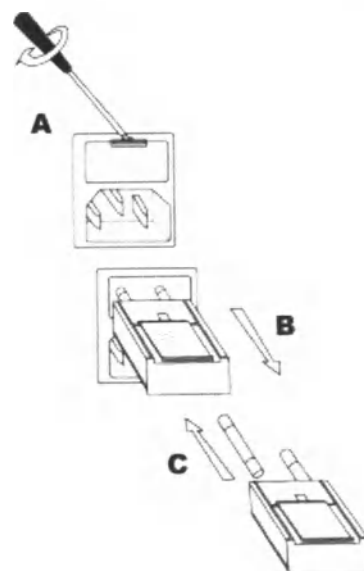

Рис. 10-2 Открытие держателя предохранителя
5. Извлеките держатель предохранителя, как показано на рис. 10-2 «Открытие держателя предохранителя».